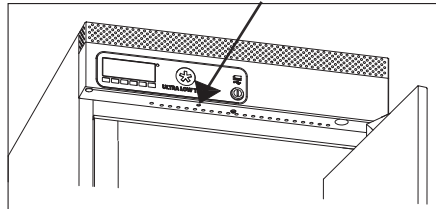

Abb. 7
2. Benutzen Sie einen Stift um durch das Loch das BBU-System einzuschalten (siehe Abb.7)